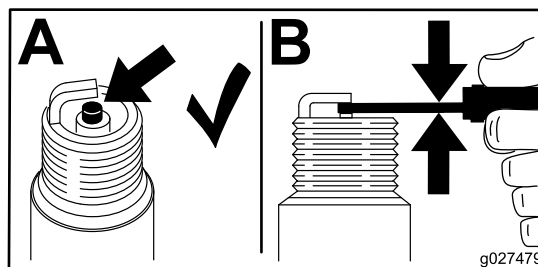

Figure 44
3. Enlevez la bougie (Figure 44).